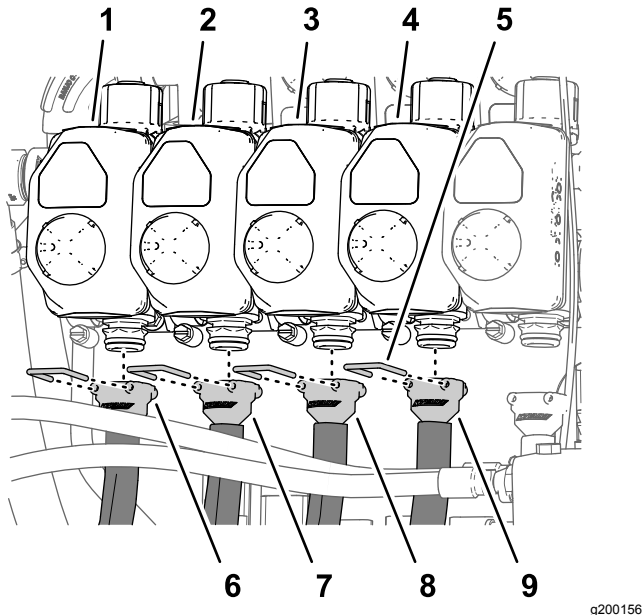
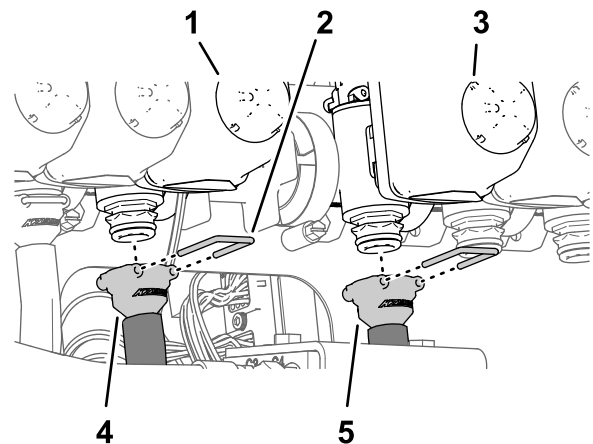
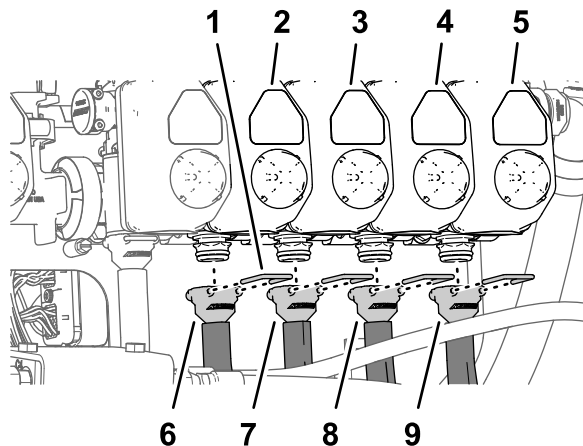

Figura 125
Figura 126
Figura 127
Nota: Fate riferimento a Figura 125 in Montaggio dei flessibili sulle valvole degli ugelli 1-4 (pagina 61), Figura 126 in Montaggio dei flessibili sulle valvole degli ugelli 5 e 6 (pagina 61) e Figura 127 in Montaggio dei flessibili sulle valvole degli ugelli 7-10 (pagina 62) per le posizioni delle valvole degli ugelli.
1. Montate il raccordo dentellato diritto di un flessibile di alimentazione da 279 cm sull'accoppiatore della valvola dell'ugello 1 (Figura 125).
2. Fissate il raccordo dentellato all'accoppiatore con un fermo (Figura 125).
3. Montate il raccordo dentellato diritto di un flessibile di alimentazione da 234 cm sull'accoppiatore della valvola dell'ugello 2 (Figura 125).
4. Fissate il raccordo dentellato all'accoppiatore con un fermo (Figura 125).
5. Montate il raccordo dentellato diritto di un flessibile di alimentazione da 188 cm sull'accoppiatore della valvola dell'ugello 3 (Figura 125).
6. Fissate il raccordo dentellato all'accoppiatore con un fermo (Figura 125).
7. Montate il raccordo dentellato diritto di un flessibile di alimentazione da 188 cm sull'accoppiatore della valvola dell'ugello 4 (Figura 125).
8. Fissate il raccordo dentellato all'accoppiatore con un fermo (Figura 125).
1. Montate il raccordo dentellato diritto di un flessibile di alimentazione da 81 cm sull'accoppiatore della valvola dell'ugello 5 (Figura 126).
2. Fissate il raccordo dentellato all'accoppiatore con un fermo (Figura 126).
3. Montate il raccordo dentellato diritto di un flessibile di alimentazione da 81 cm sull'accoppiatore della valvola dell'ugello 6 (Figura 126).
4. Fissate il raccordo dentellato all'accoppiatore con un fermo (Figura 126).
1. Montate il raccordo dentellato diritto di un flessibile di alimentazione da 188 cm sull'accoppiatore della valvola dell'ugello 7 (Figura 127).
2. Fissate il raccordo dentellato all'accoppiatore con un fermo (Figura 127).
3. Montate il raccordo dentellato diritto di un flessibile di alimentazione da 188 cm sull'accoppiatore della valvola dell'ugello 8 (Figura 127).
4. Fissate il raccordo dentellato all'accoppiatore con un fermo (Figura 127).
5. Montate il raccordo dentellato diritto di un flessibile di alimentazione da 234 cm sull'accoppiatore della valvola dell'ugello 9 (Figura 127).
6. Fissate il raccordo dentellato all'accoppiatore con un fermo (Figura 127).
sull'accoppiatore della valvola dell'ugello 10 (Figura 127).
8. Fissate il raccordo dentellato all'accoppiatore con un fermo (Figura 127).